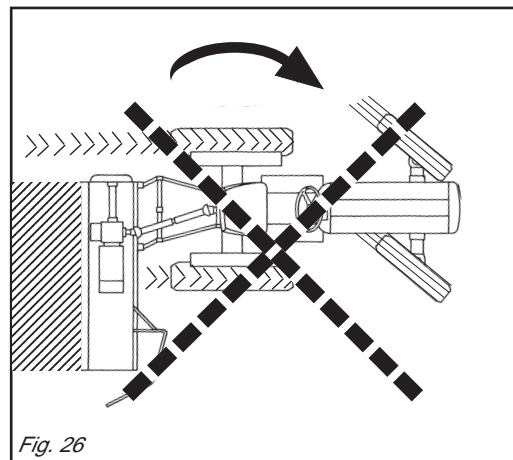

Fig. 26
Evitare di far girare a vuoto (fuori del terreno) la macchina. Durante il lavoro evitare di effettuare curve con la macchina interrata, ne tantomeno lavorare in retromarcia (Fig. 26, 27).
*Never work in reverse (Fig. 26,27).*
Vermeiden Sie es, die Maschine unbelastet (außerhalb der Erde) laufen zu lassen. Wenn das Gerät unterirdisch arbeitet, keine Kurven fahren und auch nicht rückwärts fahren (Abb. 26, 27).
*Évitez de faire tourner l'appareil à vide (hors du sol). Pendant le travail évitez les virages quand la machine est enterrée ou bien en marche arrière. Relevez toujours l'appareil lors des changements de direction et des inversions de marche (Fig. 26, 27).*
Evitar hacer girar en vacío (no apoyada sobre el terreno) la máquina. Durante el trabajo evitar efectuar curvas con la máquina enterrada y no trabajar marcha atrás. Alzarla siempre para cambiar de dirección y para las inversiones de marcha (Fig. 26,27).